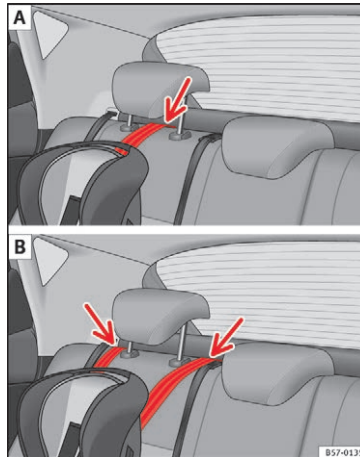

Fig. 30 Fastgørelsesrem: indstilling og montering afhængigt af Top Tether-remmen
- Før selen igennem under bagsædets hovedstøtte » Fig. 30 (løft eller fjern om nødvendigt hovedstøtten afhængigt af brugsanvisningerne til børnesædet).